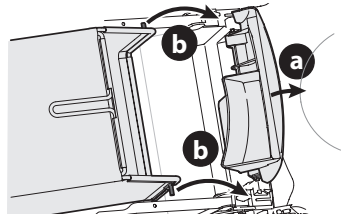

Figura 12
2. Para acoplar el colector de césped (Figura 12), siga los pasos siguientes.